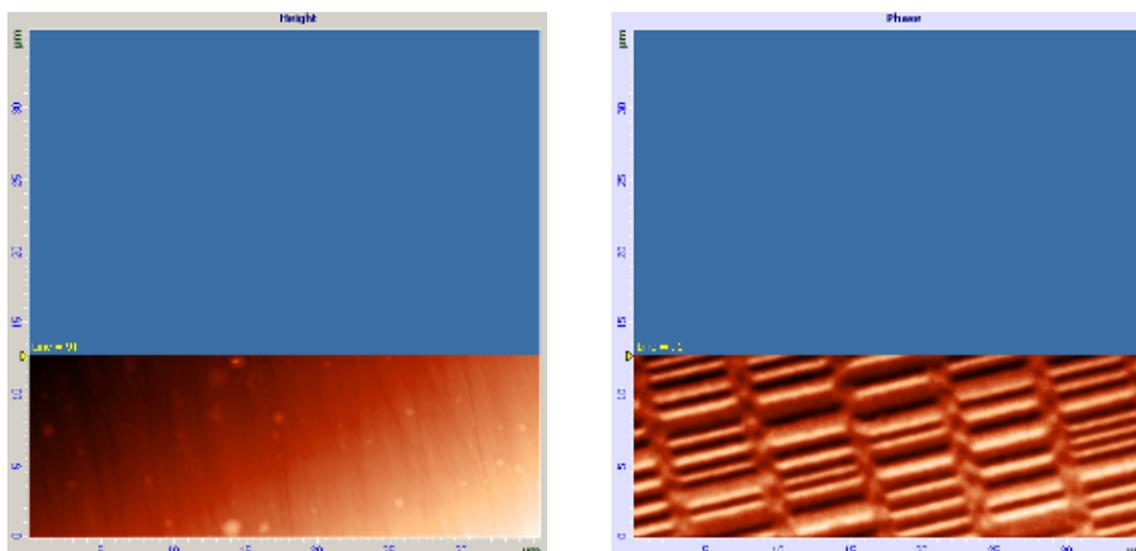

Рис. 9-6. Изображение рельефа и пространственного распределения z-составляющей градиента магнитных сил на поверхности магнитного жесткого диска
- начнется построчное сканирование поверхности образца и в области отображения 2D-данных сканирования появятся два изображения: в одном отобразится рельеф поверхности (сигнал **Height**), в другом – отображение распределения z-составляющей градиента магнитных сил по поверхности образца (сигнал **Phase**) (Рис. 9-6);
Контролировать качество получаемого изображения можно в области отображения 2D-данных сканирования (Рис. 9-6).